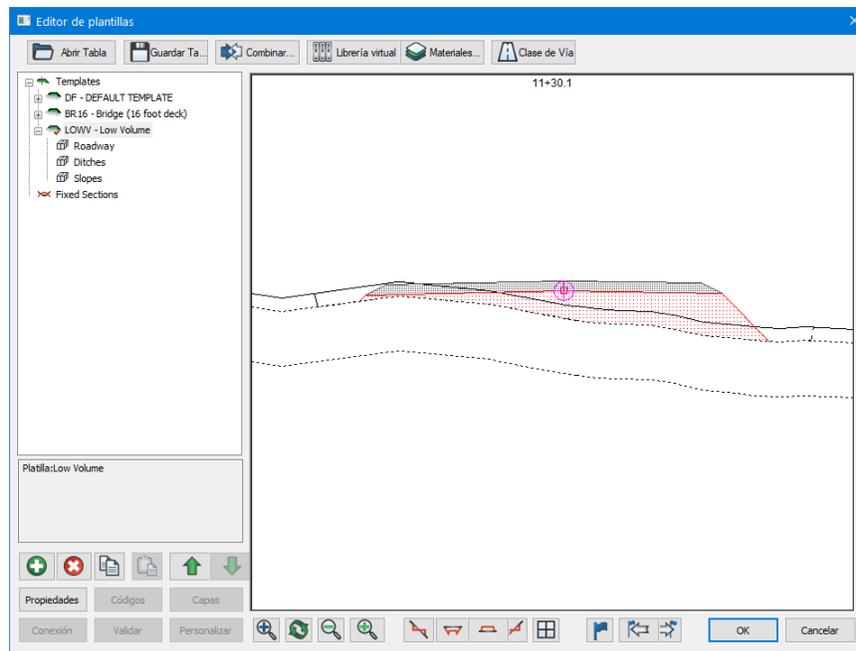

Figura 16-1: Editor de Tabla de Plantilla
2. *Página de Inicio* | *Plantillas*, para abrir el editor de tabla de plantilla mostrado en la Figura 16-1.